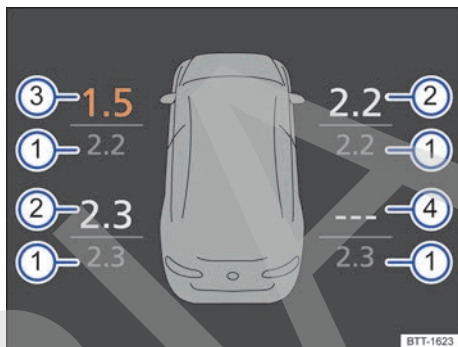

Fig. 260 Representación esquemática de la visualización en la pantalla del cuadro de instrumentos: presiones actuales de los neumáticos.
Leyenda de la **fig. 260**:
Abra el menú **Estado del vehículo** en la pantalla del cuadro de instrumentos → pág. 23. El vehículo se representa con las presiones reales y teóricas de todas las ruedas montadas → **fig. 260**.
- ◀ Tras conectar el encendido se muestran primero las presiones de los neumáticos medidas por último; cuando se inicia la marcha, se actualiza la visualización. Si la presión es demasiado baja, aparecen marcados los neumáticos afectados y sus valores reales → **fig. 260**.